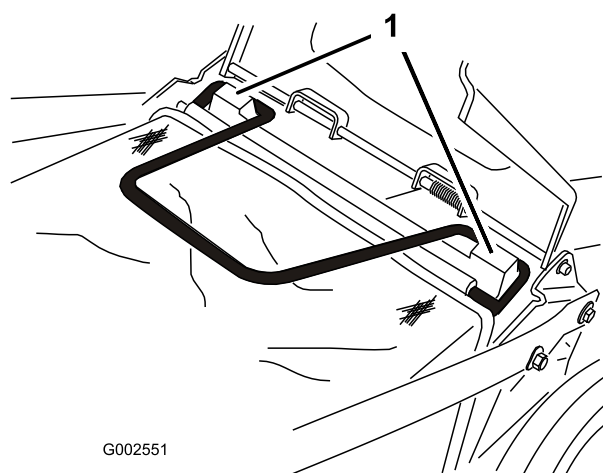

Figura 20
3. Montate il cesto sui montanti di fissaggio (Figura 20).